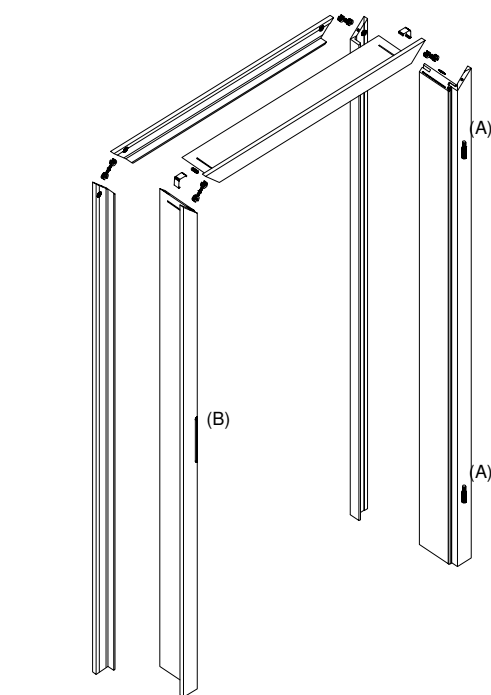

Abb.: 2
Die angepasste Zarge in die dafür vorgesehene Stahlzarge stellen (Abb.1) und lotrecht ausrichten. Die Türfutterspreizen an den Band- und Schließblechpunkten einsetzen, um einen einwandfreien Sitz zu gewährleisten. Aus Sicherheitsgründen sollte die Zarge an diesen angegebenen Stellen (A)(B) Abb.:2 mit Hartholz druckfest zur Stahlzarge hinterlegt werden, und dann erst die Zarge verkeilen. Die Inbusschraube der werkseitig montierten Bandtasche aufdrehen (nicht ausdrehen!) und das Rahmenteil so weit einführen, daß beim Einhängen des Türblattes der Abstand jederzeit justiert werden kann. Zur sicheren Gangbarkeit sollte nun das Türblatt probeweise über die verstellbaren Rahmenteile ausgelotet und eingepasst werden. Nach dieser Einstellung wird der Stahlzargenspalz an den Schlitzfräsungen ausgeschäumt.